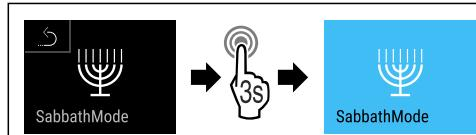

Fig. 12
- Izvedite zahtevane korake (glejte Fig. 12).